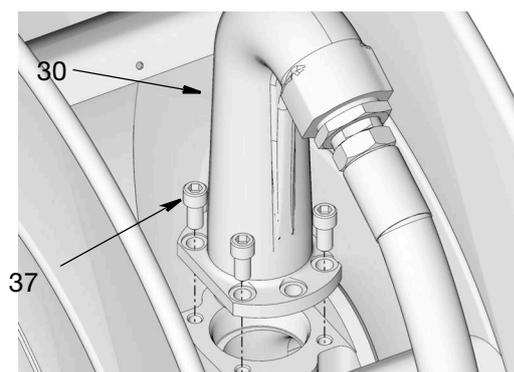

ABB. 12: Abgebildet: Niederdruck-Modell
- Den Auslass (30) wieder an der Spule anbringen. Alle Schrauben (37) wieder einsetzen und fest anziehen. Schrauben mit 32,54 bis 40,67 N.m (24 bis 30 ft-lb) festziehen (ABB. 12).
- Bei den Niederdruckmodellen (abgebildet in ABB. 12) werden 4 Schrauben (37) verwendet.
- Bei den Mitteldruck-Modellen (nicht abgebildet) werden 6 Schrauben (37) verwendet.